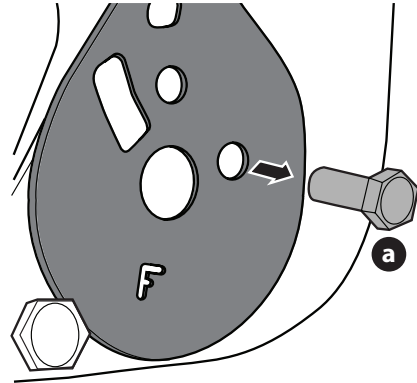

Figura 11
5. Quite el tornillo (a) que fija la placa reclinable en la posición del respaldo del asiento (Figura 11).